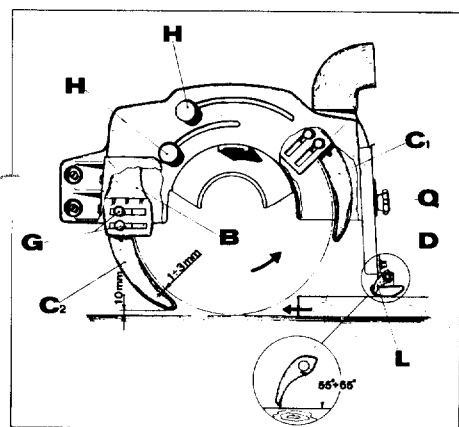

Fig. 24
For ripping work. 1. Loosen the 2 knobs (H), turn the knifeholder until the tip of the knife (C₂) is approx. 10mm from the surface of the worktable of the machine. The distance of the knife from the blade must be between 1-3 mm, if this is not so, adjust by means of screws (G). 2. Loosen the knob (Q) and lower the whole support (D) until the anti-kickback fingers (L) touch the wood to be cut. They work as indicated in Fig. 24.
Pour déligner. 1. Desserrer les deux molettes (H) tourner le porte-couteau jusqu'à ce que la pointe du couteau-diviseur (C₂) soit à environ 10mm du plan de la table. La distance entre le couteau et la lame doit être de 1 à 3 mm, dans le cas contraire, régler au moyen des vis (G). 2. Desserrer la molette (Q) et abaisser le support complet (D) jusqu'à ce que l'anti-recul (L) touche la pièce à scier. Il fonctionne comme indiqué à la figure 24.
Für Längsschnitt. 1. Die zwei Rändelmutter (H), lösen. Die Spaltkeilhalterung soweit drehen, bis die Spitze des Spaltkeils sich ungefähr 10 mm über Tischoberfläche befindet. Der Spaltkeilabstand zum Sägeblatt muss zwischen 1-3 mm betragen. Ist dies nicht der Fall, erfolgt das Nachstellen mittels der Schrauben (G). 2. Die Rändelmutter (G) lösen und den Halter (D) soweit herunterlassen, bis der Niederhalter das zu schneidende Material berührt (hierbei die Krallen (L) der Rückschlagsicherung nach hinten hochheben). Die Rückschlagsicherung arbeitet wie in Fig. 24 gezeigt.
Voor schulpen. 1. Zet de twee knoppen (H) los, verdraai de meschouder tot de tip van het mes (C₂) op ongeveer 10 mm van het tafelblad van de machine staat. De afstand van het mes tot het blad moet tussen 1 en 3 mm bedragen; is dit niet zo, dan moet men bijregelen met behulp van schroeven (G). 2. Zet de knop (Q) los en laat het volledige steunstuk (D) neer tot de antiterugslagvingers (L) met anti-opslagveer het te zagen hout raken. Ze werken zoals aangeduid in Fig. 24. De anti-terugslag vingers met anti-opslagveer zijn onder elke hoek regelbaar bij overhoeks schulpen.